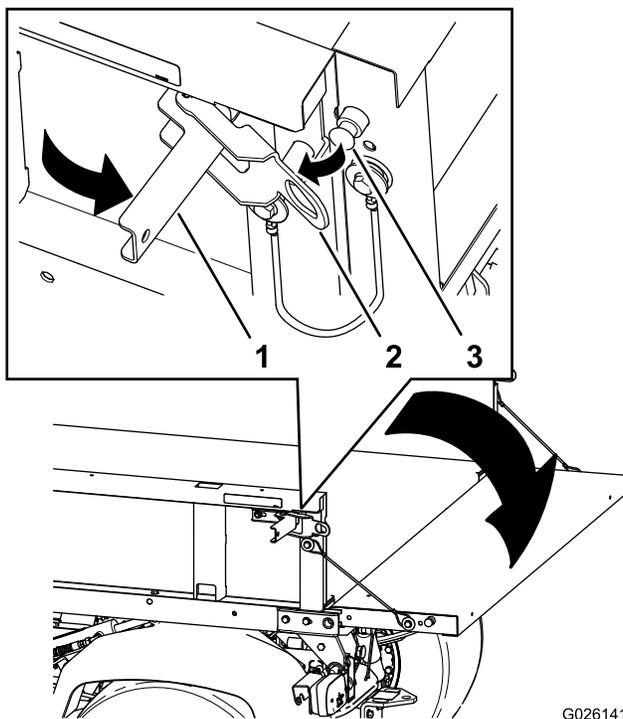

Figura 19
2. Abra os trincos nos lados esquerdo e direito da caixa de carga e baixe a porta traseira (Figura 19).